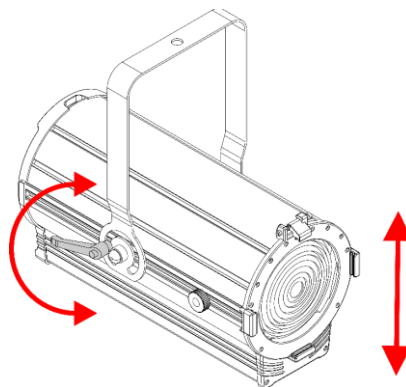

Fig. 07
- 01) Ruotare la **maniglia di regolazione (06)** in senso antiorario per allentarla.
- 02) Inclinare il dispositivo all'angolo desiderato (vedere Fig. 07).
- 03) Ruotare la **maniglia di regolazione (06)** in senso orario per serrarla. Assicurarsi che il dispositivo non possa muoversi liberamente dopo aver serrato la **maniglia di regolazione (06)**.